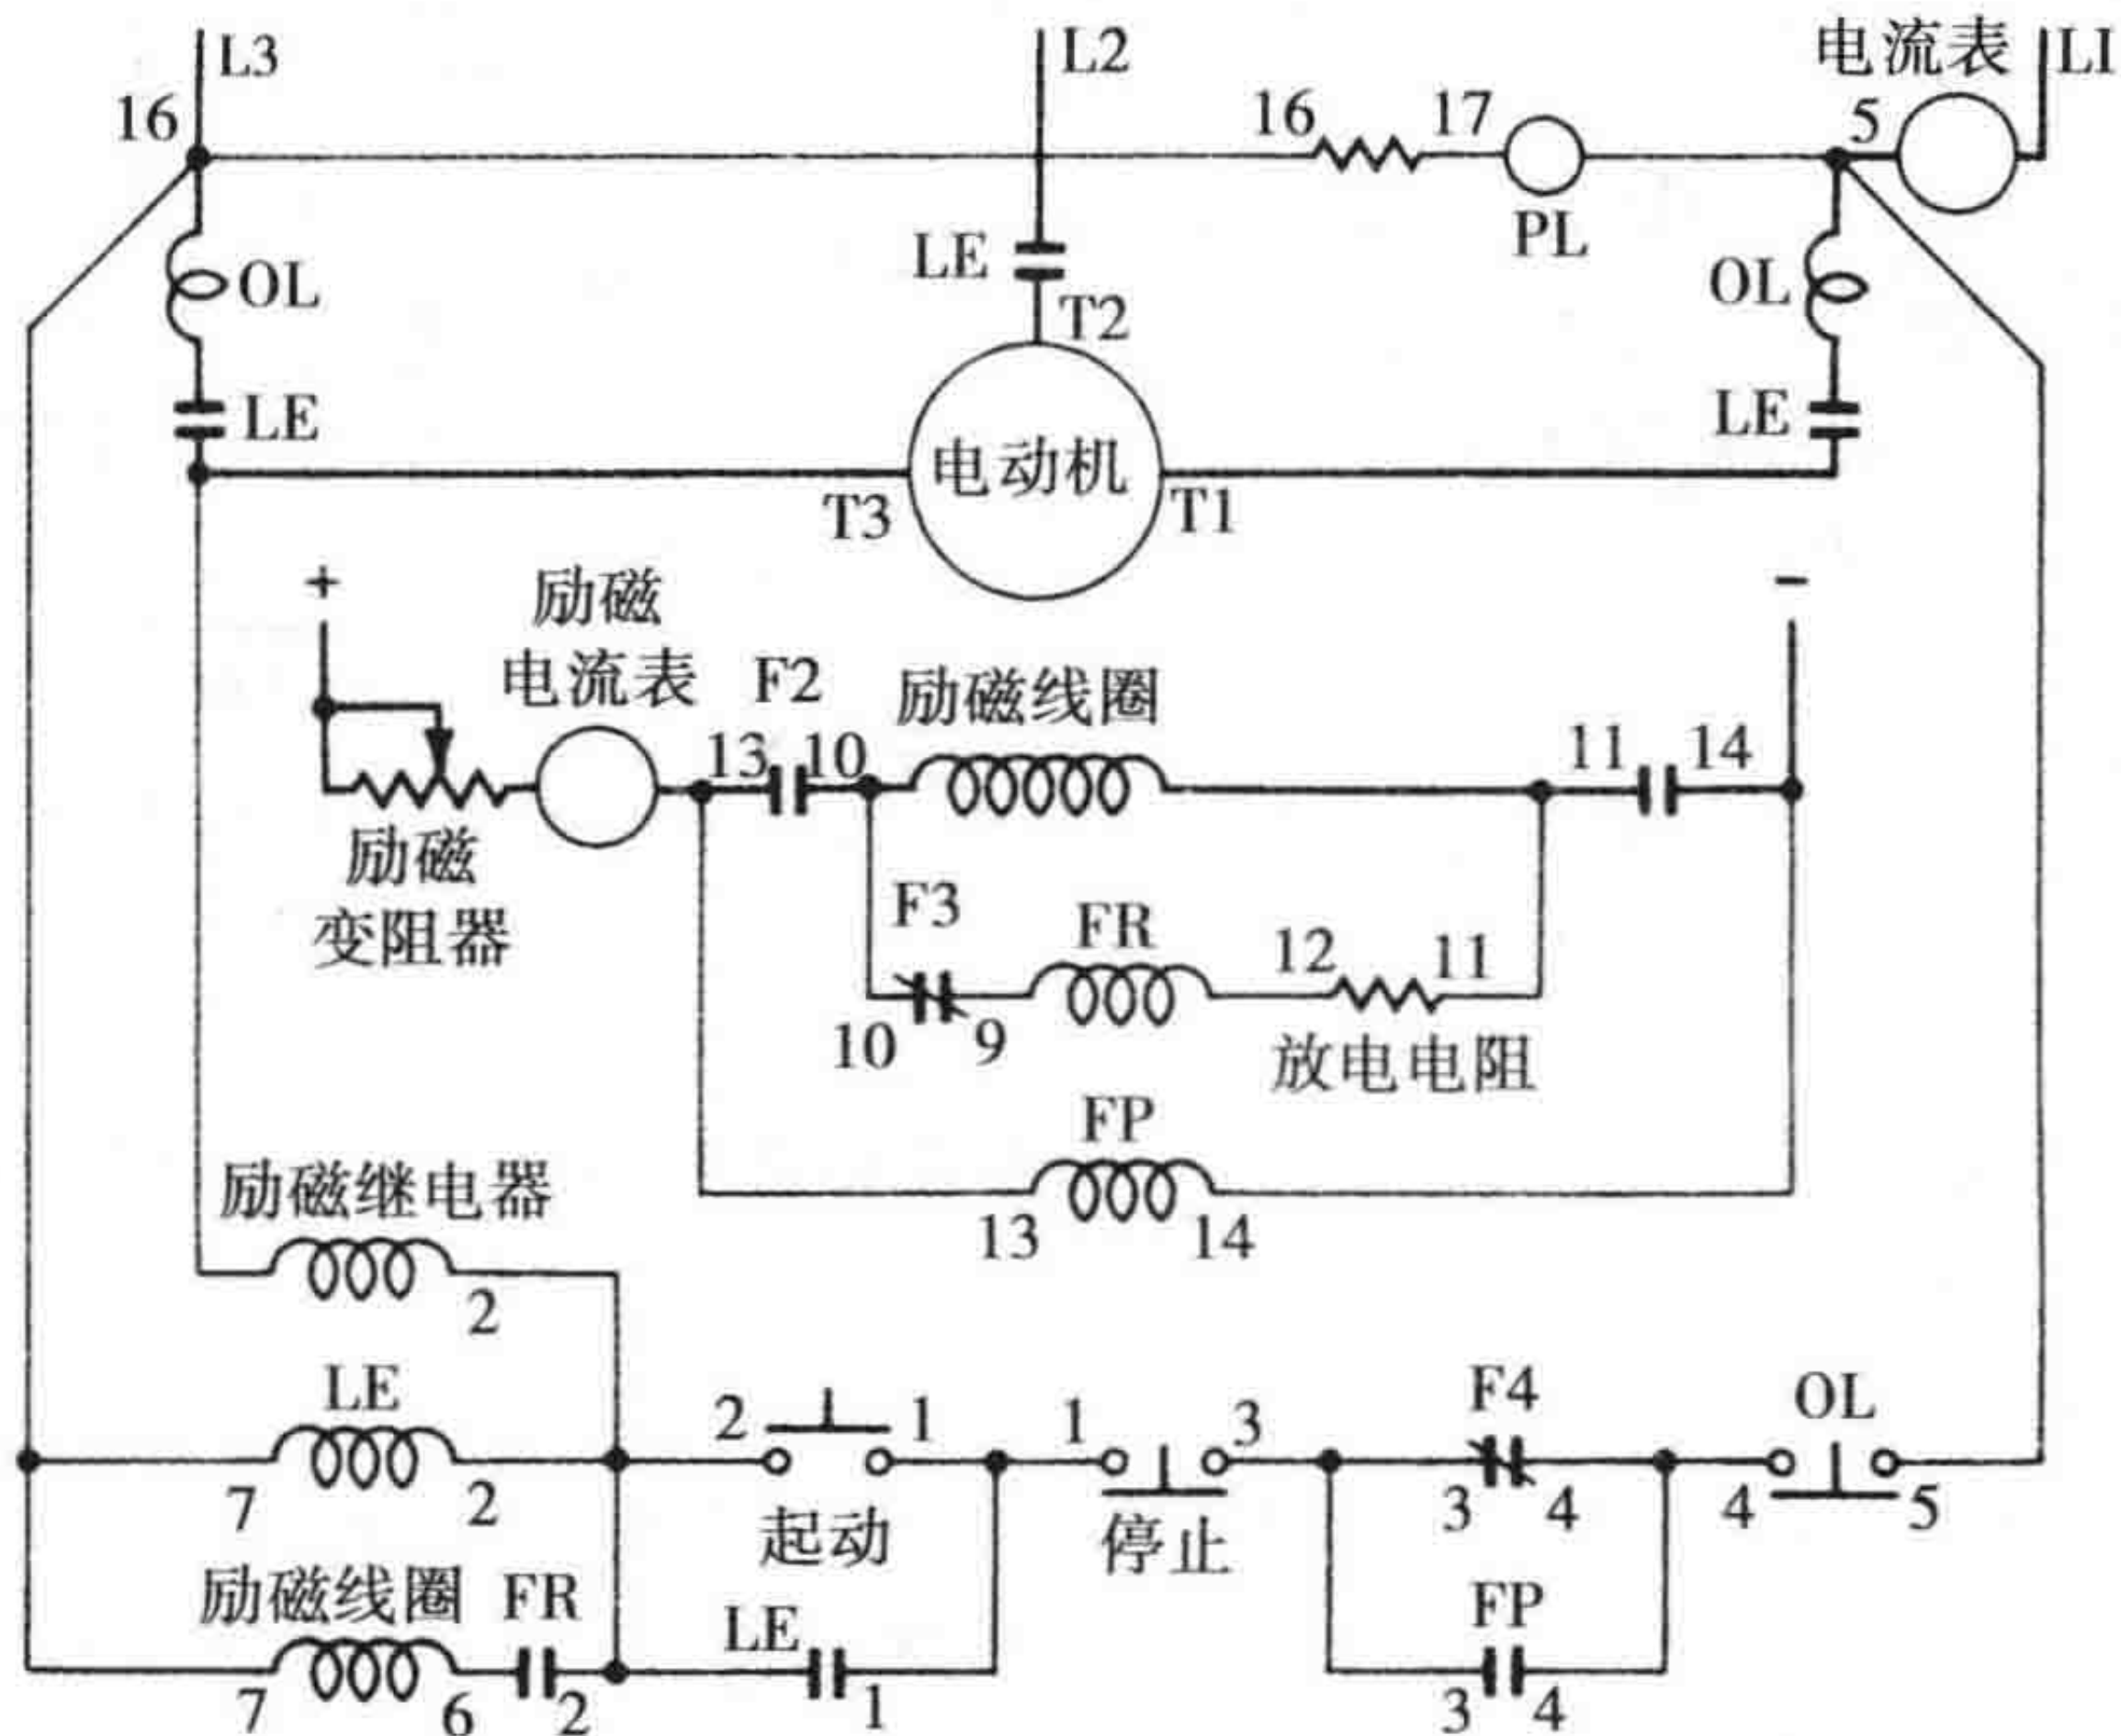

图 14-4 电动机全压起动器原理图
**全压起动** 如果电动机在高起动转矩下运行，那么使用延时过电流继电器进行全压起动是常见的做法。在起动冲击电流可能会损害电动机绕组之前，继电器就会动作。图 14-4 所示为典型的同步电动机的全压起动器。全压起动和减压起动已经都讨论过了，减压起动器原理图如图 14-5 所示。请注意观察自耦变压器是如何被切换到电路中的。此减压起动的方法使用了 3 个开关或接触器。两个起动开关或接触器被连接到自耦变压器或补偿器的每一侧绕组上，并且在同一时刻关闭。在电动机已经几乎达到同步转速时，起动开关断开，运行开关闭合。虽然这在理论上可行，但并不总是成功的。电动机可能不会同步，此时可能要重新开始，再次尝试让其接近同步转速或使用自起动方法。